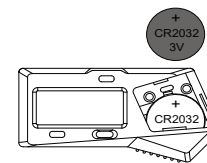

fig.2
---Coloque la batería CR2032 en el compartimento, con el lado positivo (+) hacia arriba (fig. 2)